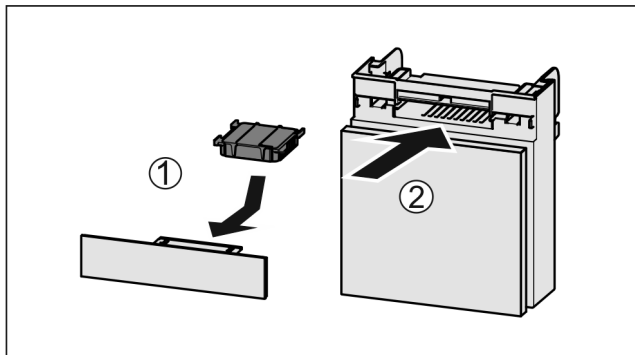

Fig. 63
- ▶ Vložte aktívny uhlíkový filter podľa obrázka Fig. 63 (1).
- ▶ Zasuňte zásuvku Fig. 63 (2).